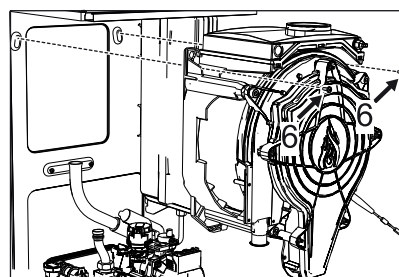

fig. 73 -
- Togliere le 2 viti superiori "6" di fissaggio scambiatore al telaio ("fig. 73 -")